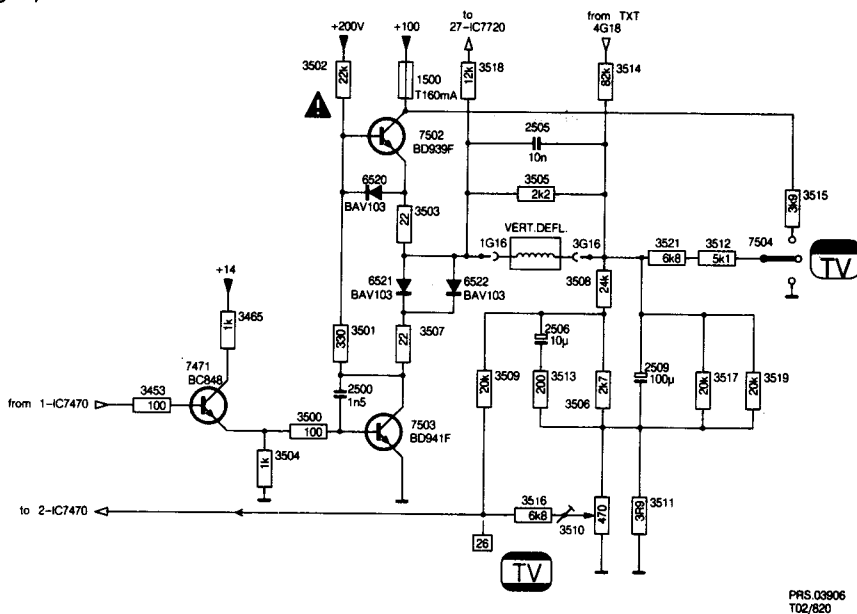

Bild 9.1
9. VERTIKALENDVERSTAERKER (Bild 9.1)